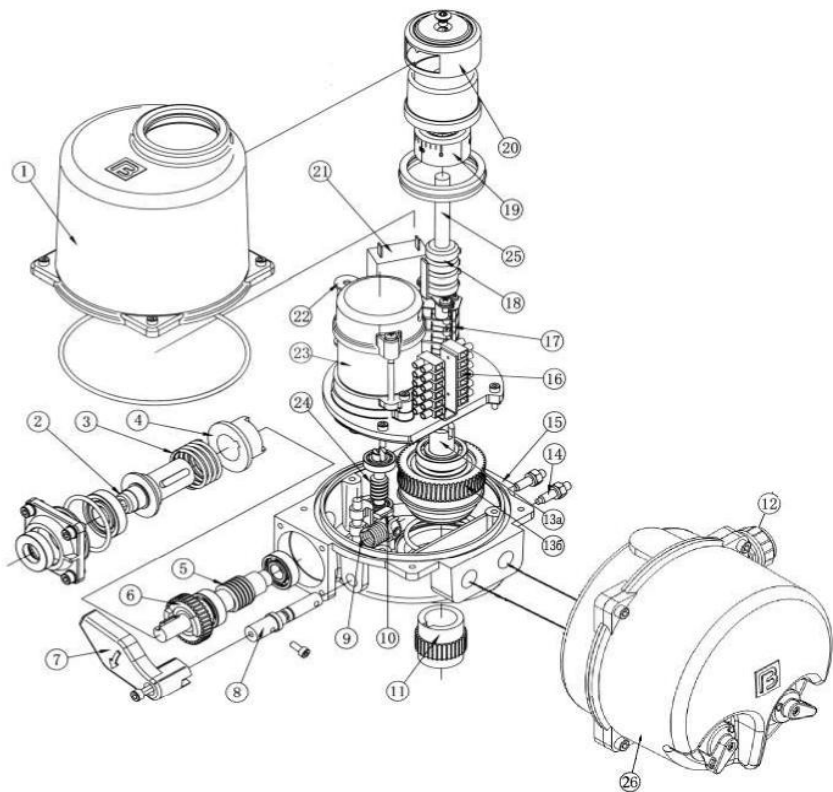
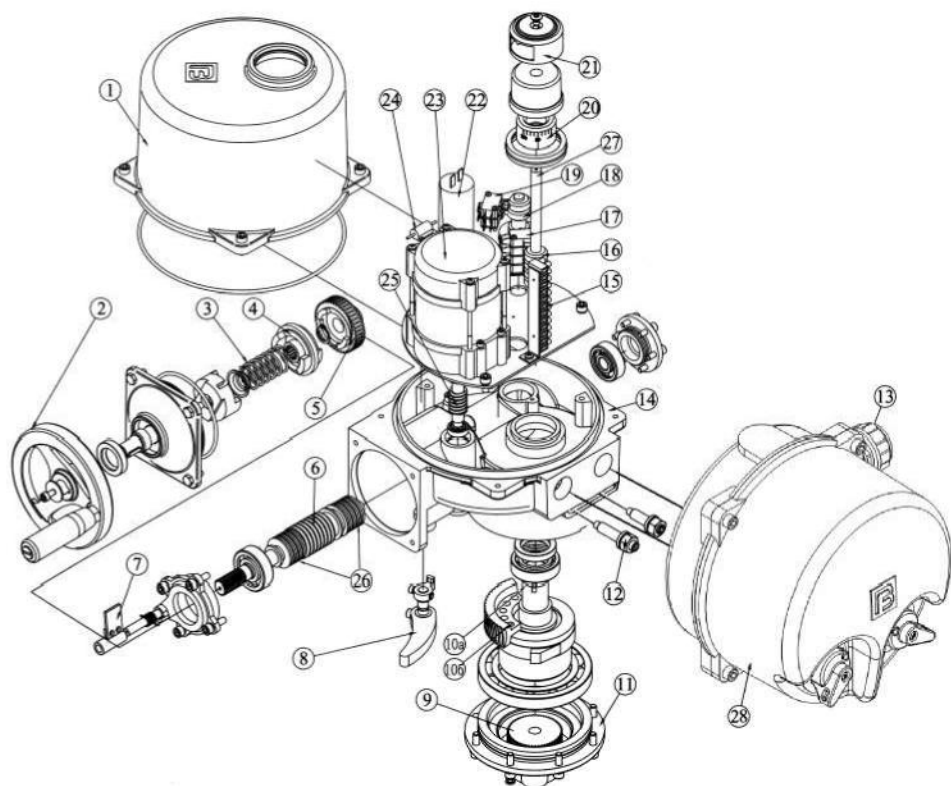

Рис.1 Электропривод ГЗ-ОФ-КС(К)
Рис.2 Электропривод ГЗ-ОФ-КС(М)
У электропривода ГЗ-ОФ-КС(К) переключение в ручной режим осуществляется рычагом переключения режимов (7) (рис. 1). При перемещении рычага открывается установочное отверстие для шестигранного торцевого ключа (размер 8 мм), вращением которого осуществляется поворот рабочего вала. По завершению работы в ручном режиме вынуть шестигранный торцевой ключ. При этом рычаг (7) автоматически возвратится в исходное положение. Привод переходит в режим работы от электродвигателя.
У электропривода ГЗ-ОФ-КС(М) переключение в ручной режим осуществляется рычагом переключения режимов (8) (рис. 2). Для этого необходимо переместить рычаг в сторону корпуса электропривода до его фиксации. Если фиксация не произошла, повернуть маховик (2) при нажатом рычаге (8) до фиксации. Вращением маховика (2) производится поворот выходного вала привода. При включении электродвигателя привода рычаг (8) автоматически вернется в исходное положение и произойдет переход в режим работы от электродвигателя.
Для перемещения рычагов переключения режимов (7) (рис. 1) и (8) (рис. 2) не следует прилагать чрезмерно больших усилий.